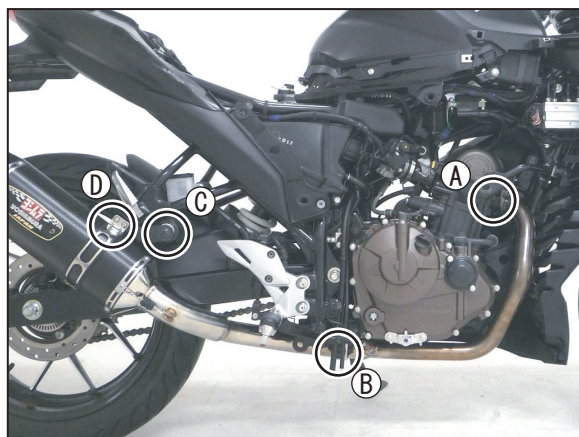

FIG. 10
11. サイレンサーの傾きや、車両とのクリアランスを調整し、仮締めしたボルト、ナットを①エキゾーストパイプ→②エキゾーストパイプ固定部→③タンデムステップ→④サイレンサーバンドの順に、規定トルクで締め付けて下さい。(FIG. 10~12参照)